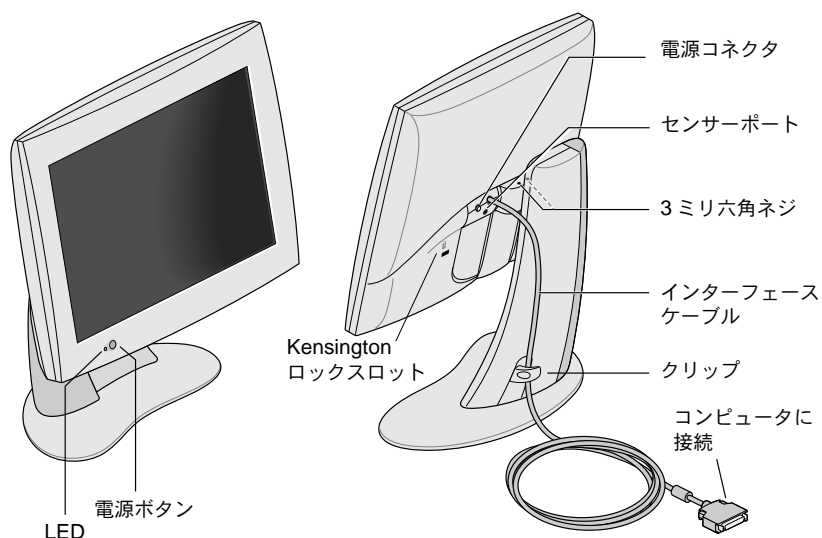

図 1-1 フラットパネルモニタの正面および背面
フラットパネルモニタの各部について理解しておく必要があります。図 1-1 はモニタの各部名称を示しています。
2. フラットパネルモニタのインターフェイスケーブルをコンピュータの正しいコネクタに接続します (図 1-1 参照)。コンピュータのユーザズガイドも参照してください。
3. インターフェイスケーブルをスタンドの背面にあるクリップに引っかけます (図 1-1 参照)。
フラットパネルモニタの電源を投入するには、正面にある電源ボタンを押します。この電源ボタンの位置については、図 1-1 を参照してください。システムからモニタに信号が送信されると、電源ボタンの隣にある LED ランプが緑色に点灯します。
フラットパネルモニタの電源を切断するには、モニタ正面の電源ボタンを押します (図 1-1 参照)。数時間以上モニタから離れる場合は、モニタの電源を切断してください。モニタのバックライトランプの寿命をかなりのばすことができます。
フラットパネルモニタにはセンサーポートが装備されています。このセンサーポートは、直径 3.5 mm のジャックで、電源コネクタとインターフェイスケーブルの下にあります (図 1-1 参照)。